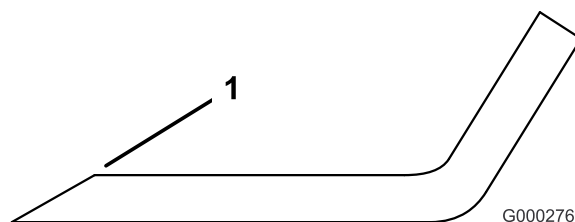

Figure 94
1. Au moyen d'une lime, aigüez les tranchants aux deux extrémités de la lame (Figure 94). Veillez à conserver l'angle de coupe d'origine. Limez la même quantité de métal sur chacun des deux tranchants pour ne pas déséquilibrer la lame.